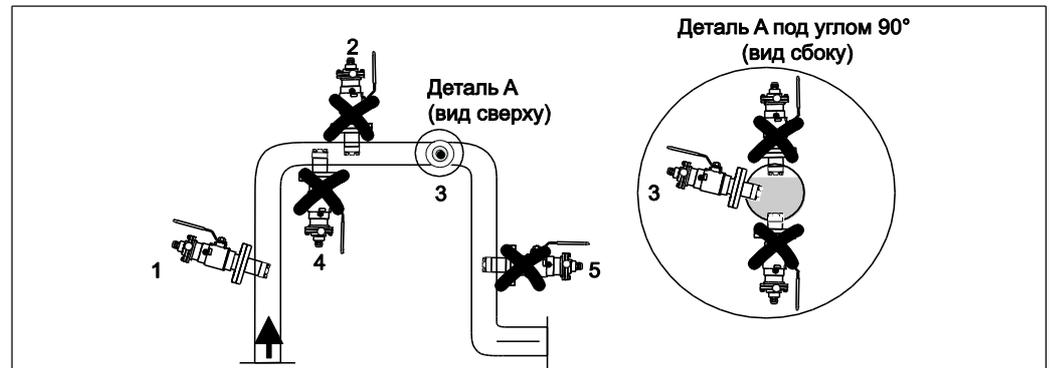

Рис. 13: Допустимое и недопустимое положение датчика с выдвижной арматурой SOA451
- Не устанавливайте арматуру в местах возможного формирования воздушных подушек и пузырей пены, а также оседания взвешенных частиц на оптике датчика (→ Рис. 13).